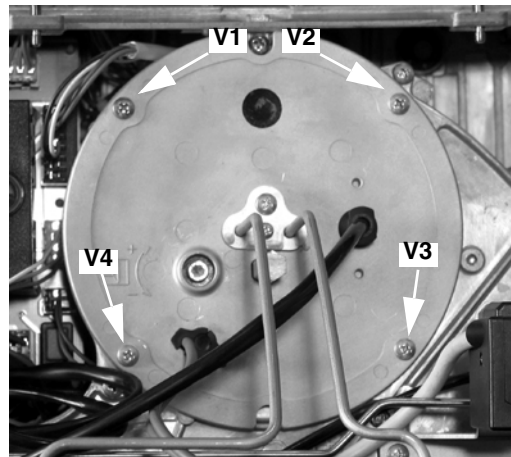

Fig. 23
- Extraer los 4 tornillo V1 - V4 indicados en Fig. 23.